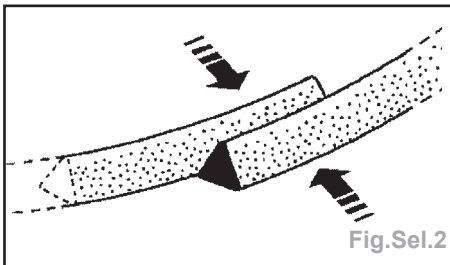

Fig.Sel.2
- Le raccord en fin d'application se fera en juxtaposant les cordons sur 50 mm (Fig.Sel.2).